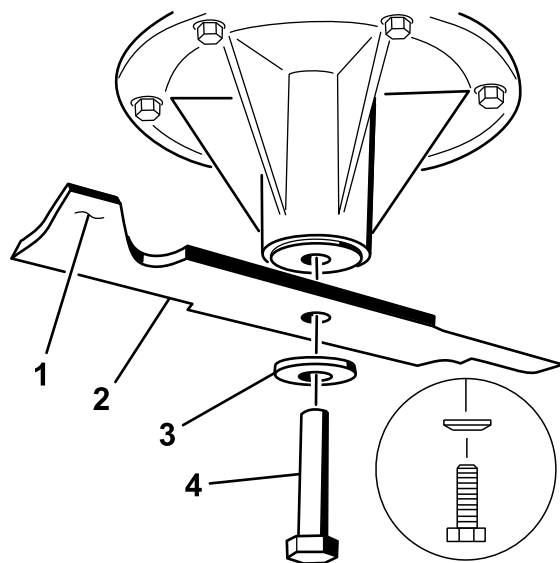

Figure 63
2. Pour les tabliers de coupe de 122 cm (48 pouces), enlevez le boulon de lame, la rondelle bombée et la lame de l'axe de pivot (Figure 63).
**Remarque:** Si la lame reste horizontale, elle est équilibrée et peut être utilisée. Si la lame est déséquilibrée, limez un peu l'extrémité de la partie relevée seulement (Figure 63)..
1. Placez la lame sur l'axe (Figure 63).
**Important:** Pour obtenir une coupe correcte, la partie relevée de la lame doit être tournée vers le haut et dirigée vers l'intérieur du tablier de coupe (Figure 63).
2. Sur les tabliers de coupe de 122 cm (48 pouces), montez la lame, la rondelle bombée et le boulon de lame (Figure 63).